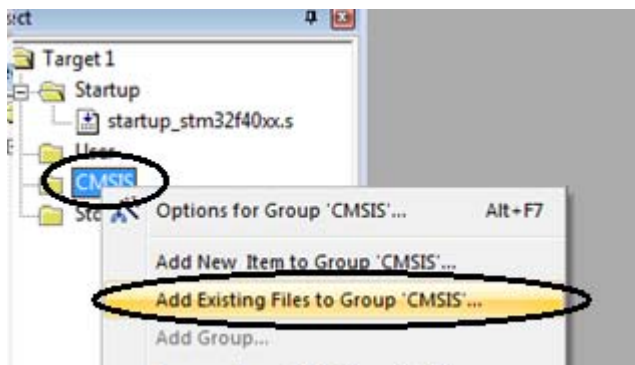

Рисунок 4 – Добавление файлов в группу
2. Добавим файлы соответствующие группы как на рис.4